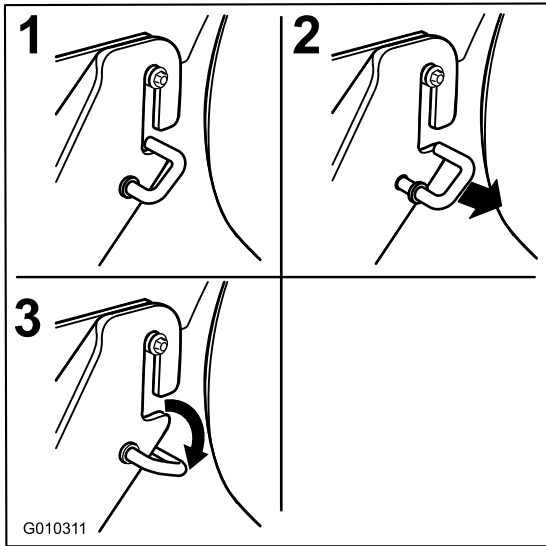

Figura 69
1. Extraiga los ganchos a resorte de las ranuras de los soportes de las pletinas de suspensión en cada lado de la carcasa (Figura 69).